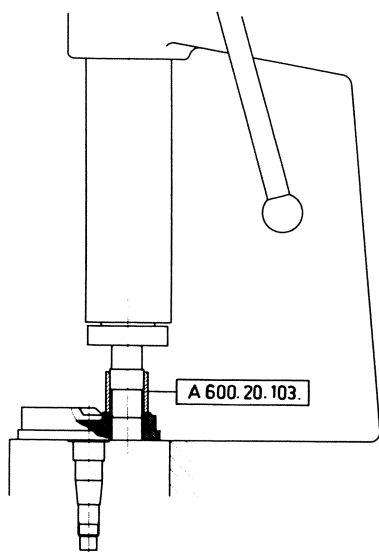

Fig. 45
- Zentrierhülse Nr A 600.20.103 über den Kurbelzapfen schieben und letzteren einpressen (Fig. 45)
- Chasser le maneton à la presse en utilisant la douille de guidage No A 600.20.103 (fig. 45)